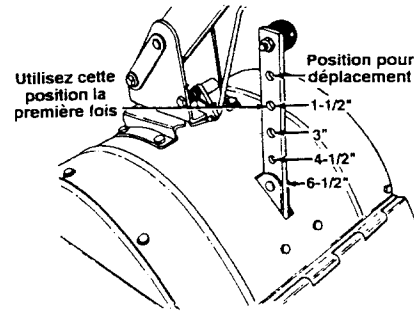
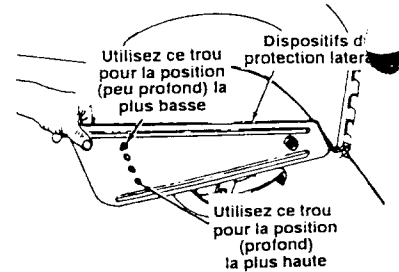

FIGURE 14
FIGURE 15
AVERTISSEMENT: La première fois que vous utilisez le motoculteur, réglez le guide de profondeur à 1-1/2 po (deuxième trou à partir du haut). Voir la figure 14.
La profondeur de travail est contrôlée par le guide de profondeur qui peut être réglé à cinq positions différentes. Voir la figure 14. Ajustez les dispositifs de protection latéraux comme à la figure 15 en réglant le guide de profondeur. Vérifiez que le fil de la bougie est débranché et mis à la masse contre le moteur.
1. Lors de la première utilisation du motoculteur, employez le deuxième trou de réglage à partir du haut (profondeur de travail: 1-1/2 po). Voir la figure 14.
Enlevez l'axe de chape et la goupille épingle pour ajuster le guide de profondeur. Voir la figure 14. Placez le guide de profondeur à la position voulue.
Enlevez les écrous à oreilles pour ajuster les panneaux latéraux. Voir la figure 15. Placez un panneau latéral à la position voulue. Remplacez les écrous à oreilles et serrez à fond.